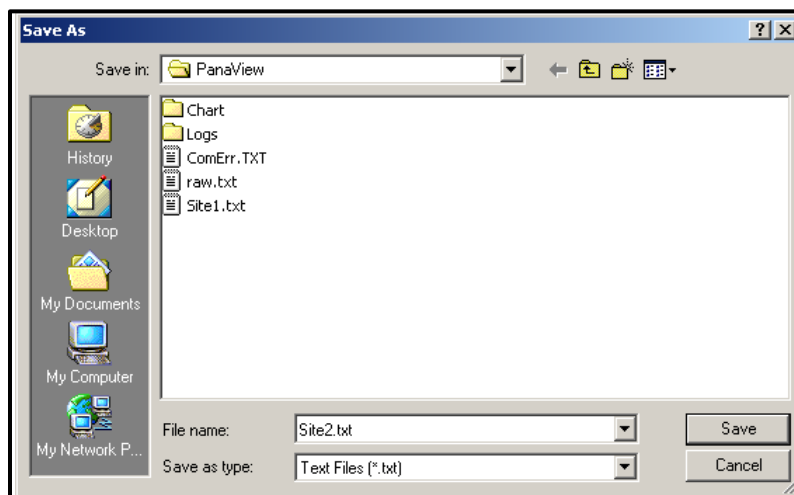

Рисунок 30: Окно *Save As* (Сохранить как)
Чтобы *сохранить* необработанный сигнал, щелкните *Save* (Сохранить). Откроется окно, показанное на рис. 30. Введите название файла и щелкните *Save* (Сохранить), чтобы сохранить сигнал в формате текстового файла.
2. Щелкните *Save Site to PC* (Сохранить файл объекта в памяти ПК). Откроется окно, показанное на рис. 30 на стр. 90.